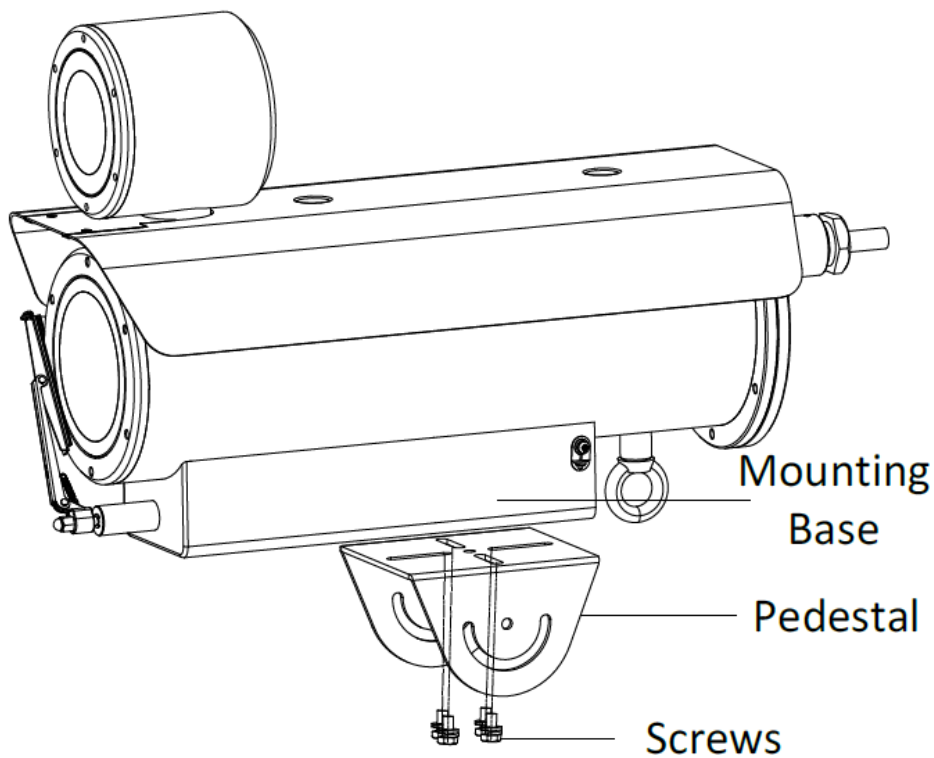

Figure 2-4 台座をカメラに取り付けます
2. Figure 2-4 に示すように、4 本の付属ネジを使用して、PT ジョイントの台座をカメラのマウント ベースに取り付けます。